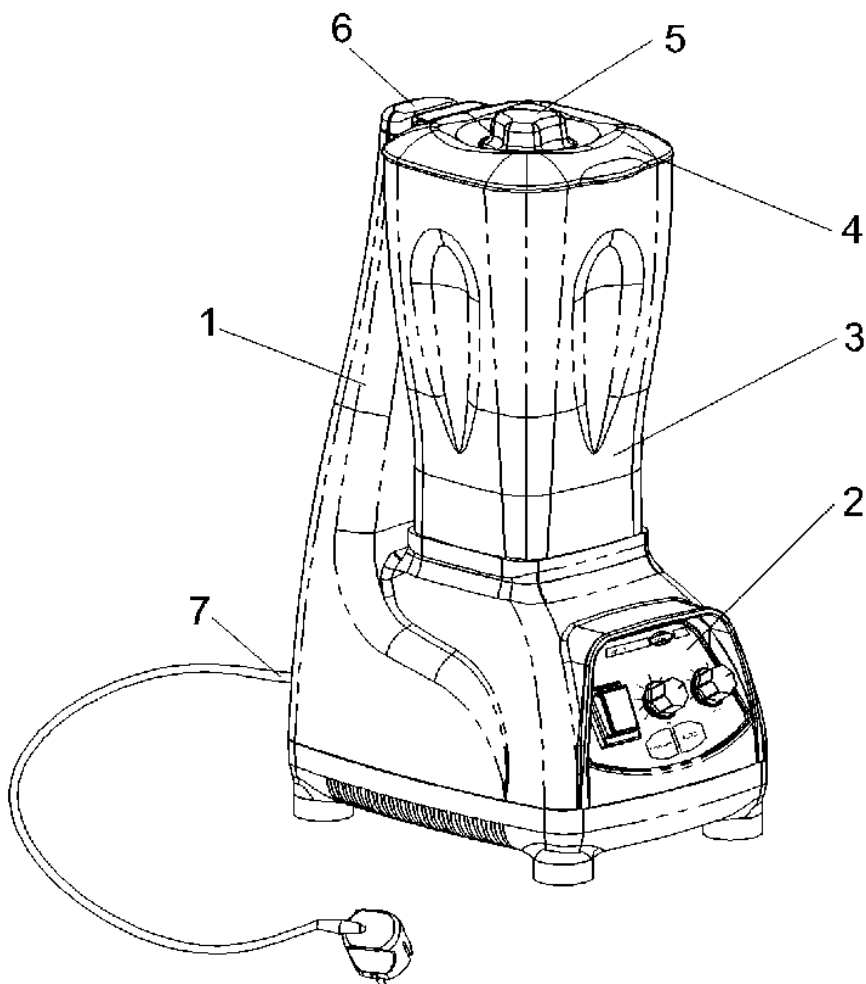

Рисунок 4: Детали блендера
- ◆ Корпус (1 рис.4)
- ◆ Крышка (5 рис.4)
- ◆ Панель управления (2 рис.4)
- ◆ Магнитный выключатель (6 рис.4)
- ◆ Чаша (3 рис.4)
- ◆ Шнур с вилкой (7 рис.4)
- ◆ Крышка чаши (4 рис.4)